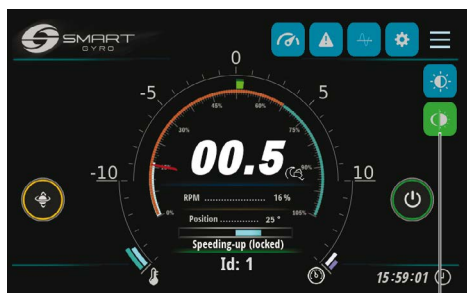

Figure 5
5. Appuyez sur l'icône de sélection nuit/jour (Figure 5, (1)) pour sélectionner la vitesse de fonctionnement souhaitée.